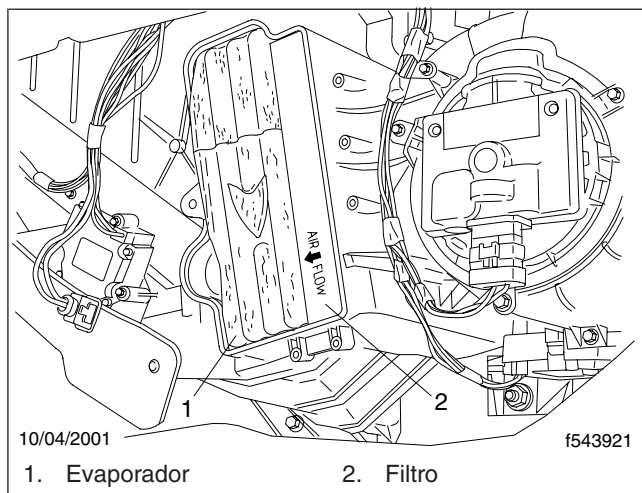

Figura 2, Filtro del ensamble del HVAC
6. Instale un nuevo filtro en el ensamble del HVAC. Asegúrese de que la flecha en el filtro está apuntando hacia el evaporador. Vea la **Figura 2**.